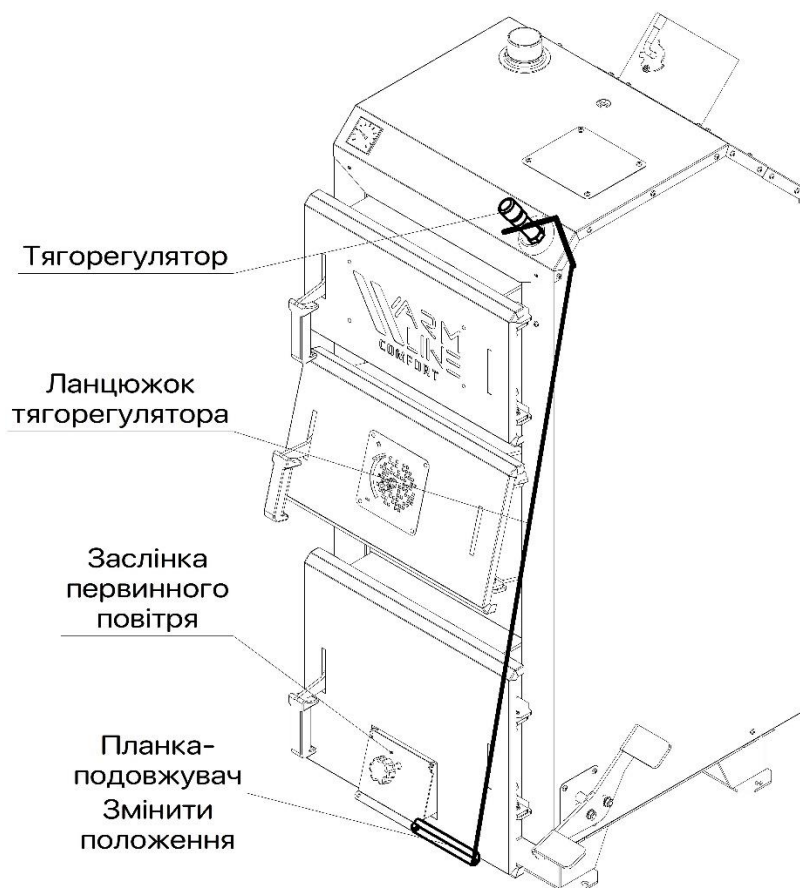

Рис. 6. Схема встановлення тягорегулятора
- Висоту димоходу, яка виступає над дахом потрібно приймати (див. рис.6):
Монтаж і налаштування проводиться у відповідності із паспортом на тягорегулятор (додається в комплекті) та рис. 6. Патрубок для під'єднання тягорегулятора знаходиться на верхній стінці біля дверцят. Перед встановленням тягорегулятора, необхідно злити воду та демонтувати заглушку на патрубку. Налаштування проводиться згідно із паспортом на тягорегулятор.